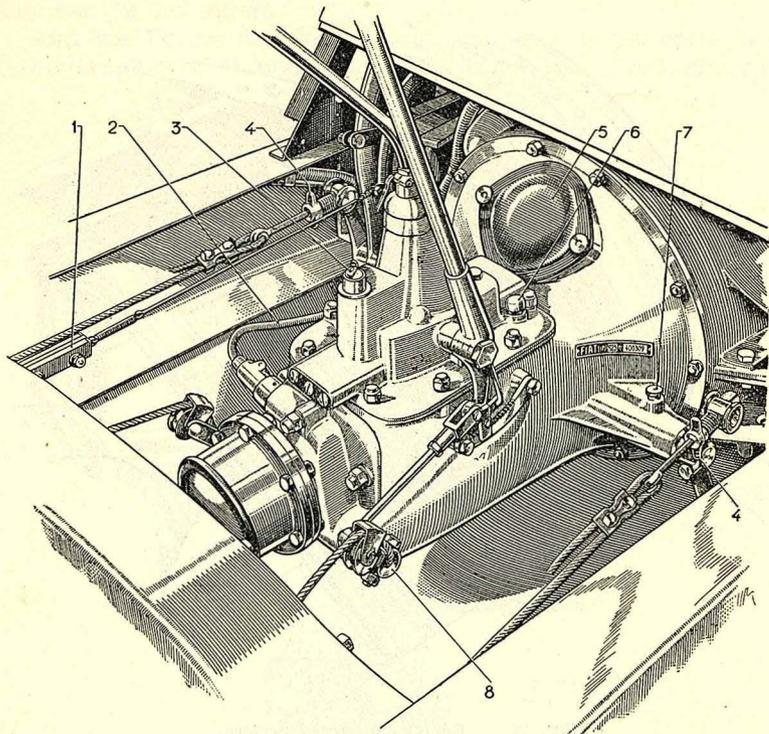

Fig. 40. — Détails de la boîte des vitesses
Après, en tenant toujours les roues arrière soulevées, régler la tension du câble de commande, en dévissant les écrous creux (8) placés latéralement à la boîte des vitesses (fig. 40), de manière que la poignée du levier à main se déplace de non plus de 3 ou 4 cm avant que le frein fonctionne.
On répétera la même opération sur les autres câbles de commande des freins arrière, qui sont actionnés par la pédale et dont le réglage est effectué moyennant des tendeurs pourvus d'écrous à oreilles (4) (fig. 40) aux extrémités des leviers de commande.